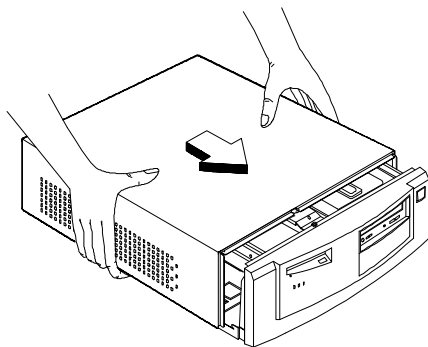

Abbildung 4-4 Gehäuseabdeckung wiederaufsetzen
1. Setzen Sie die Gehäuseabdeckung wieder auf, wie in Abbildung 4-4 gezeigt ist.